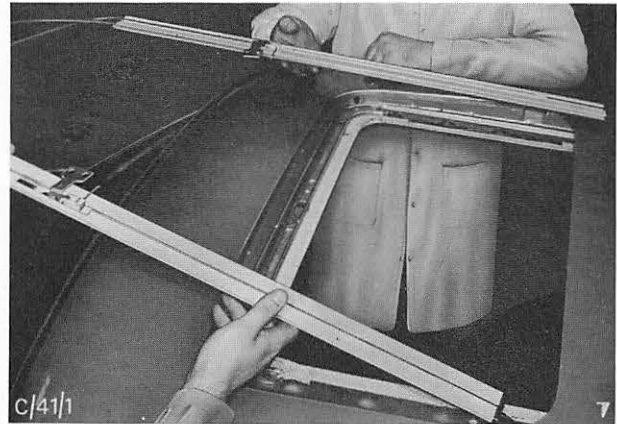

Abb. 11 Führungsschienen ausbauen
2. An jeder Deckelseite 3 Schrauben aus der Schienenabdeckung herausdrehen und beide Führungsschienen herausdrücken. Abb. 11.